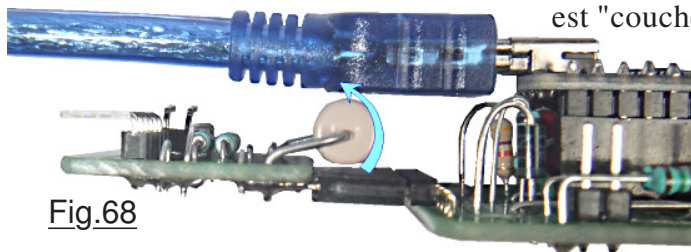

Fig.68
**T**echniquement nous pourrions en rester là, et passer à la réalisation du coffret. Néanmoins, trois aspects ne me séduisent pas dans cette solution qui reste parfaitement exploitable. Les résistances **R** qui dissipent la puissance des panneaux solaires en chaleur sont des modèles surdimensionnés pour des raisons de fiabilité. (Voir la Fig.1 de la notice technique.) Prévus pour des puissances de 10W elles sont incluses dans des dissipateurs à ailettes de refroidissement. Hors ces composants ne dissipent qu'environ 1,2W chacun. On voit que pour une puissance de peu inférieure le shunt n'est pas d'une technologie équivalente. (La qualité technique n'est pas homogène.) Autre détail négatif : Quand on regarde la Fig.68 on constate que pour laisser passer la fiche mini-USB de programmation de l'ATmega328, la résistance